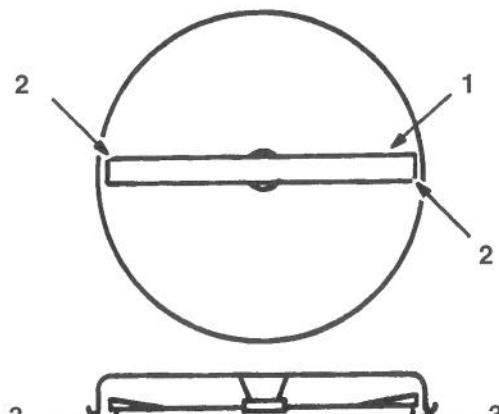

Figure 48
4. Faire tourner doucement la(es) lame(s) côte à côté (Fig. 48). Mesurer la distance entre les arêtes tranchantes extérieures et la surface plane (Fig. 48). Si les deux mesures font plus ou moins de 4,762 mm, un réglage devra être effectué; se reporter aux points 5 et 6.